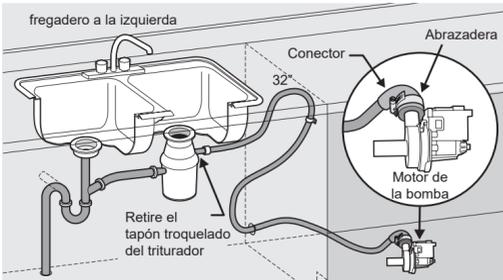

Figura 12
- Asegúrese de que el lavavajillas no pise la manguera de drenaje. Debe estar libre de componentes eléctricos y sin los muelles en las puertas. No recorte la manguera de drenaje corrugada. Extraiga la parte sobrante a través del gabinete y colóquela debajo del fregadero. Asegúrese de que la manguera no haga contacto con ningún borde cortante. Véase la figura 12.